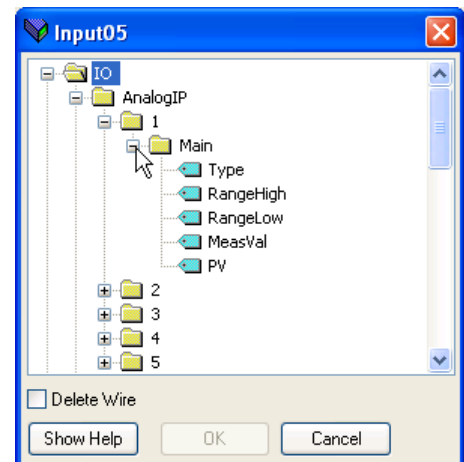

Figura 7.5b Finestra del Browser
1. Cliccare due volte sulla successiva posizione disponibile nella tabella dei dati di ingresso e di uscita e selezionare la variabile da assegnare. Una finestra pop-up (Figura 7.5b) fornisce un browser dal quale è possibile aprire un elenco dei parametri.